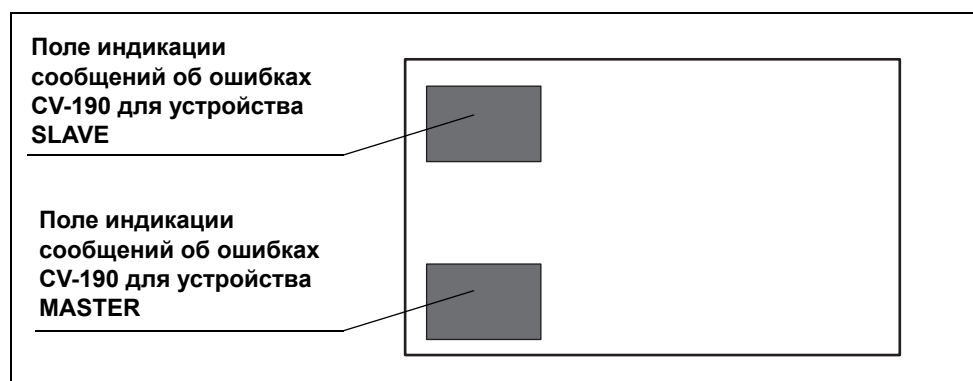

Рисунок 7.1
- Все сообщения об ошибках видеоинформационных центров (CV-190) отображаются, как показано на рис. 7.1.